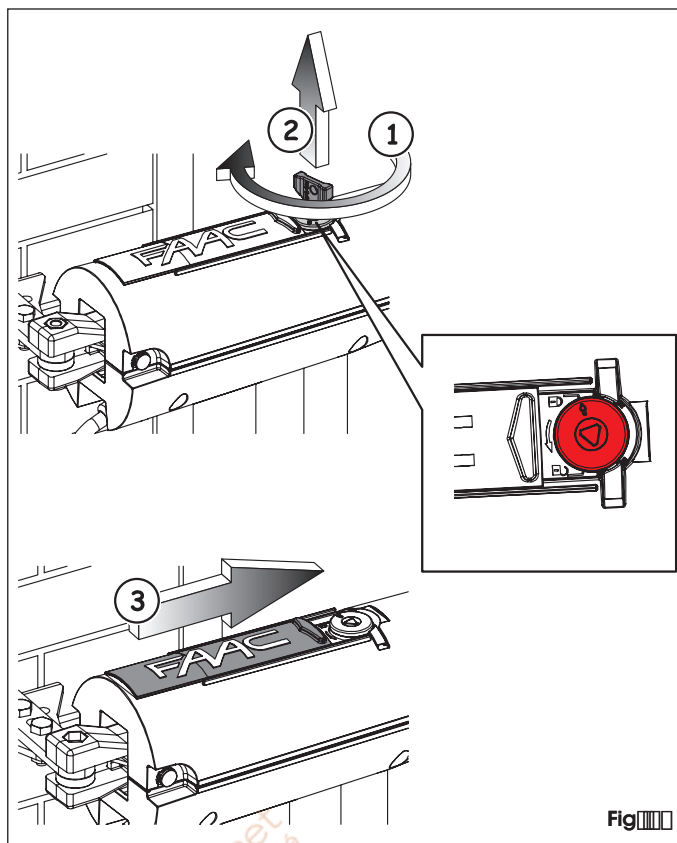
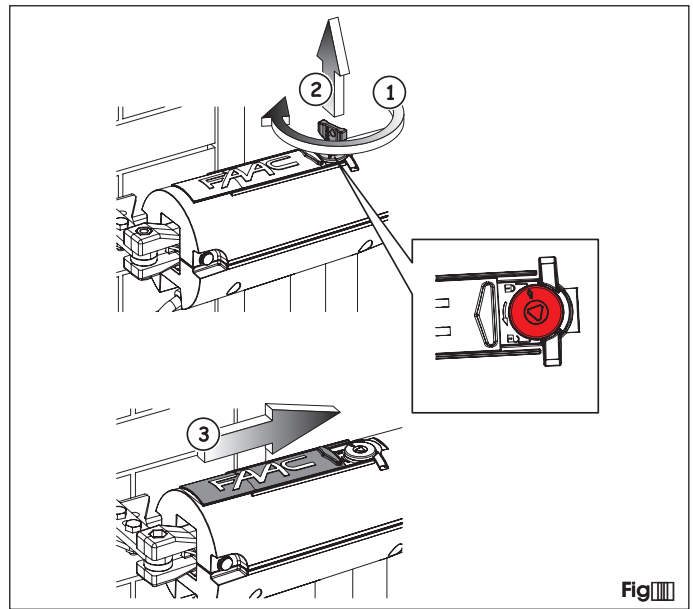

Fig. 1
Fig. 2
- Faire coulisser le capuchon de protection (figure 1) et (2).
- Introduire la clé de déverrouillage fournie (figure 1) et la tourner en sens inverse horaire jusqu'à son arrêt (figure 2). La position de déverrouillage est signalée par un cadenas ouvert.
- Tourner la clé de déverrouillage en sens horaire jusqu'à son arrêt (figure 1) et extraire la clé (figure 2). La position de blocage est signalée par un cadenas fermé.
- Introduire la clé de déverrouillage fournie (figure 2) et la tourner en sens inverse horaire jusqu'à son arrêt (figure 3).
- Tourner la clé de déverrouillage en sens horaire jusqu'à son arrêt (figure 1) et extraire la clé (figure 2) à la position de blocage signalée par un cadenas fermé.